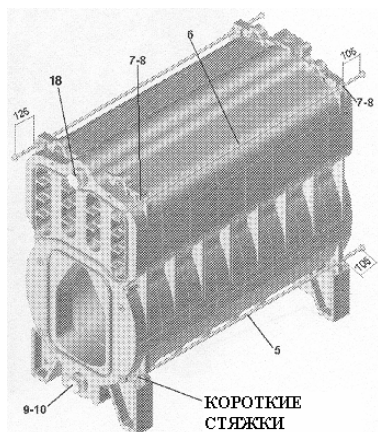

Рис.9
14. После проверки сборки на герметичность установите заглушку (10) с уплотнением (9) на фронтальную секцию (3). (Рис.9)